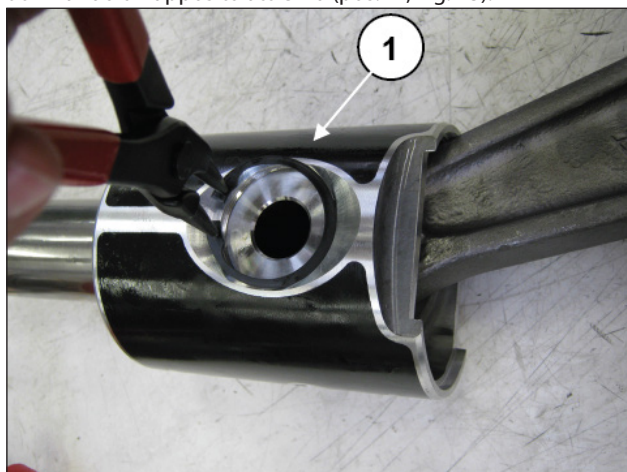

Fig. 43
Rimuovere i due anelli seeger di bloccaggio spinotto utilizzando un apposito attrezzo (pos. ①, Fig. 43).